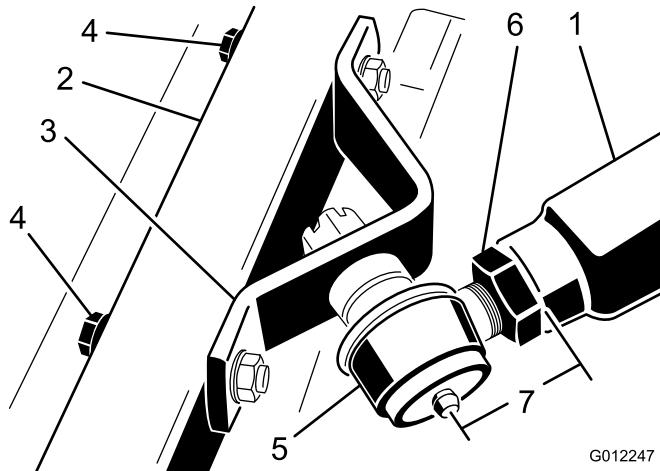

Figura 6
- Mida la distancia entre el extremo del brazo de empuje derecho hasta el centro de la articulación esférica (engrasador) (Figura 6). La distancia debe ser de 70 mm. Si la distancia no es de 70 mm, afloje la contratuerca que sujetla la articulación esférica al brazo de empuje y gire la articulación esférica hacia dentro o hacia fuera hasta que la distancia sea correcta (Figura 6). No apriete todavía la contratuerca.
- Apriete la contratuerca grande que sujetla la articulación esférica al brazo de empuje (Figura 6). Al apretar la contratuerca, sujetela la articulación esférica en línea recta para permitir que oscile correctamente al elevar y bajar la unidad de corte. Retire con cuidado el bloque de madera que sujetó el brazo de empuje.